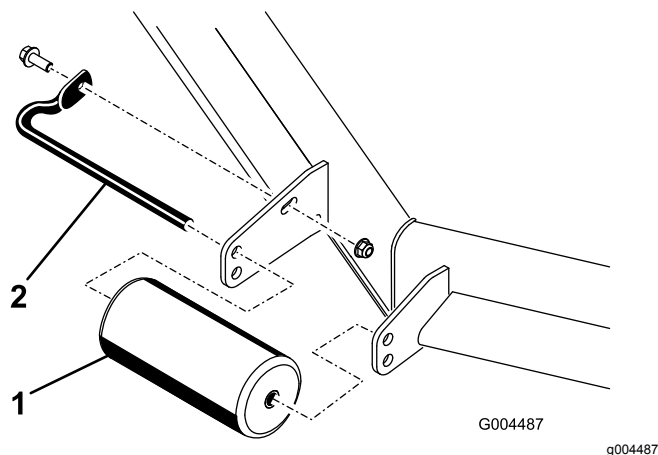

Figure 10
1. Pour régler les galets avant, retirez le boulon et l'écrou qui fixent l'axe de galet au support du plateau (Figure 10).